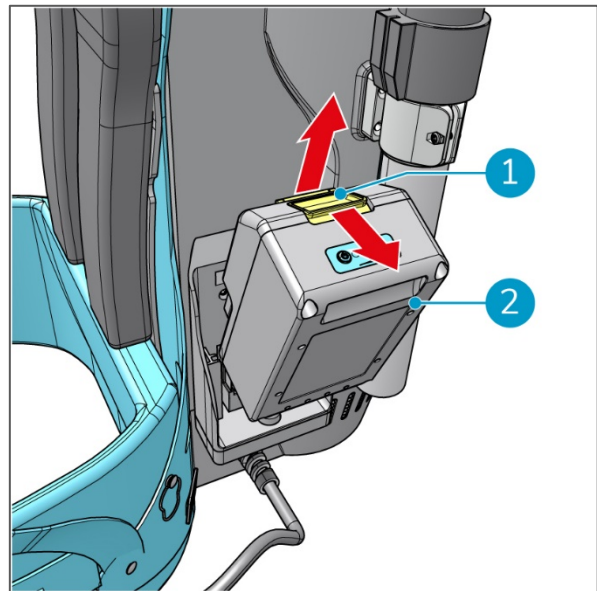

Figura 20
1. Premere il pulsante giallo della batteria (Figura 20, pos 1) per sbloccarlo.
2. Estrarre la batteria (Figura 20, pos 2).